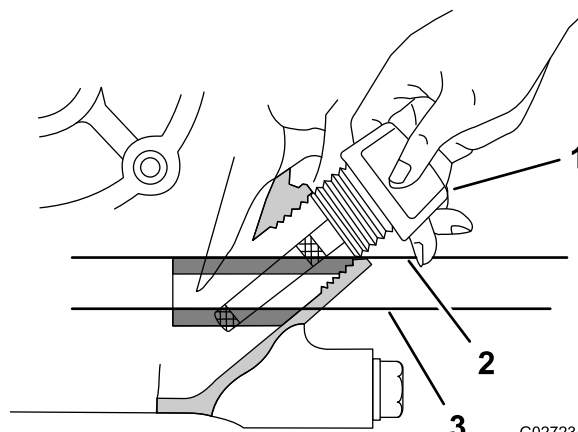

Figure 17
- Insérez la jauge dans le moteur, comme montré à la Figure 17.
- Serrez la jauge à la main dans le goulot de remplissage (Figure 17).